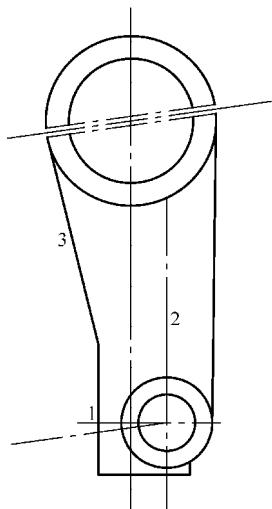

图11-42 外轮廓
3) 单击功能区【直线】按钮，绘制主视图的外轮廓线。其中通过【偏移】按钮，水平中心线1向上偏移3.5mm，向下偏移23mm，竖直中心线2向左偏移30mm，向右偏移10mm，作上下圆外公切线3，利用【修剪】命令对其进行修剪，并将相应的线条转换为【粗实线】图层，如图11-42所示。